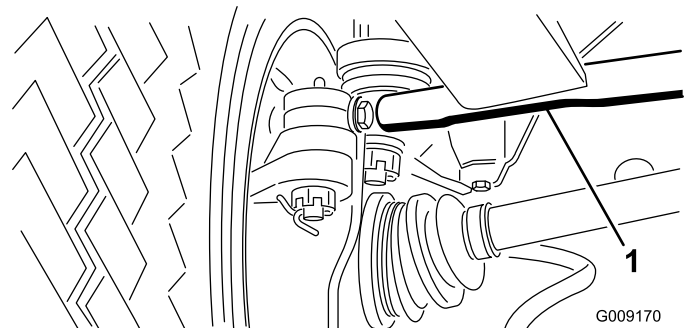

Figura 58
- Sul pneumatico anteriore destro, allentate i controdadi da entrambe le estremità del tirante (Figura 58).